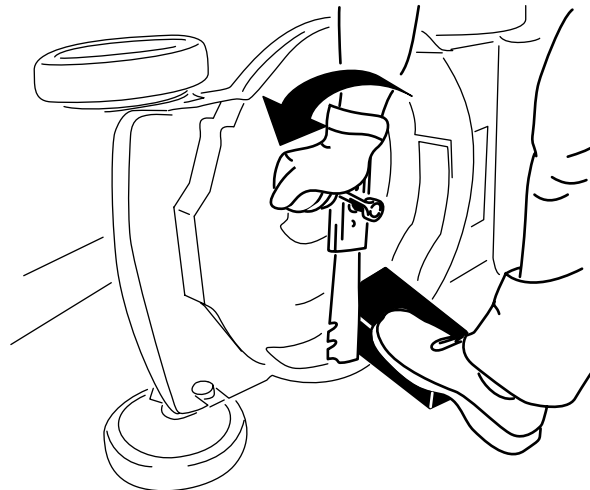

Figure 24
3. Immobilisez la lame avec un morceau de bois (Figure 24).
4. Déposez la lame et conservez les fixations (Figure 24).